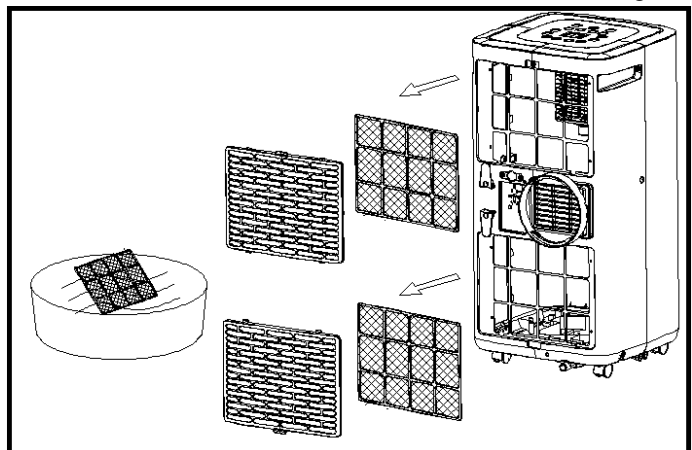

Abb.5
- Bitte reinigen Sie den Staubfilter einmal alle zwei Wochen, um das Luftvolumen nicht zu beeinträchtigen. Bitte reinigen Sie die Filter mit neutralem Reinigungsmittel und ca. 40°C warmen Wasser. Bitte waschen Sie alle Reinigungsmittelrückstände ab und lassen Sie die Filter anschließend vollständig lufttrocknen bevor Sie sie wieder in das Gerät einsetzen (Abb.5).